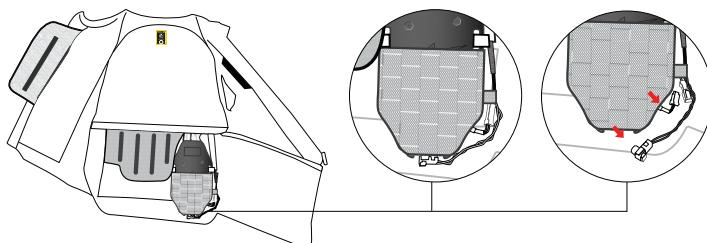

Figura 12
- Accedere all'Alloggiamento del Gonfiatore (4) e scollegare il cavo collegato alla batteria e il connettore dello squib dal gonfiatore (Figura 12).